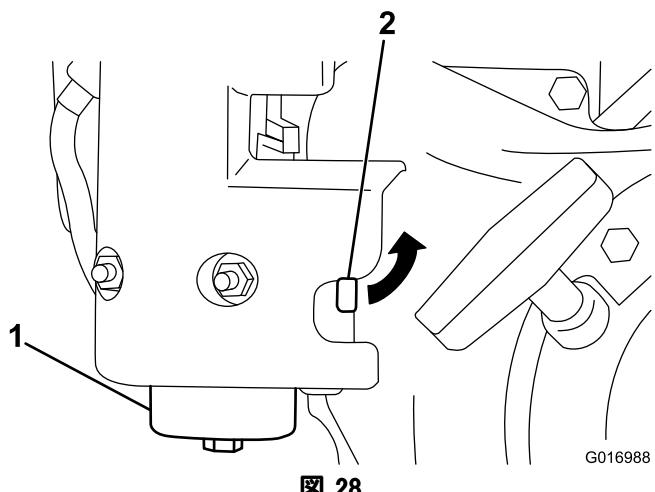

図 28
1. 燃料バルブを開じて、フィルタのボディーからボウルを外す（図 28）。